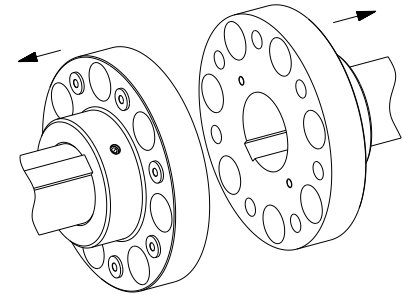

Bild 14
- Montieren Sie die Naben auf die Wellen der An- und Abtriebsseite so, dass die Planflächen der Kupplungsnaben bündig mit den Stirnflächen der Wellen abschließen (siehe Bild 14).